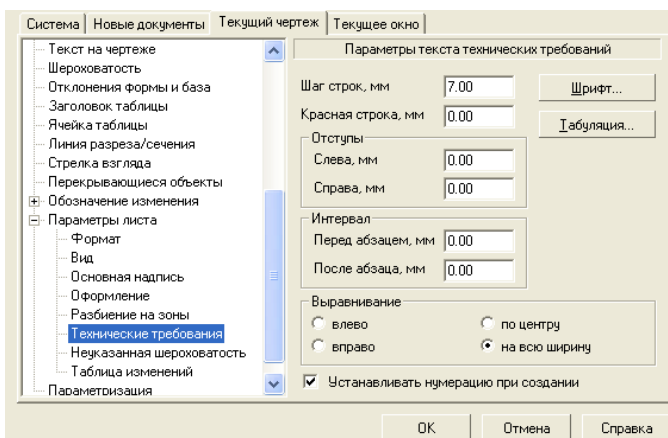

Рисунок 8.18 – Диалоговое окно Параметры с открытой вкладкой Текущий чертеж и панелью Параметры текста технических требований
- щелкните в дереве элементов чертежа по пункту *Параметры листа*, если он не раскрыт, а затем – по пункту *Оформление*. В правой части появится панель *Оформление*, показанная на рисунок 8.18.